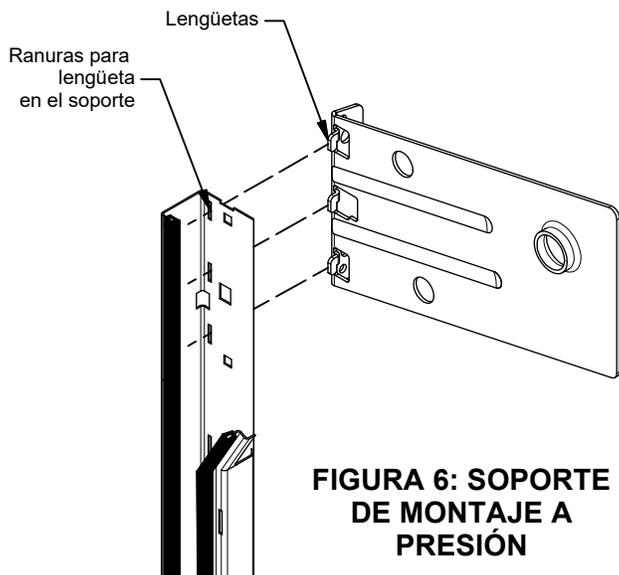

FIGURA 6: SOPORTE DE MONTAJE A PRESIÓN
- ▶ Alinee la parte superior de la guía con el soporte e inserte las lengüetas del soporte en las ranuras de la guía. **(Figura 6)**